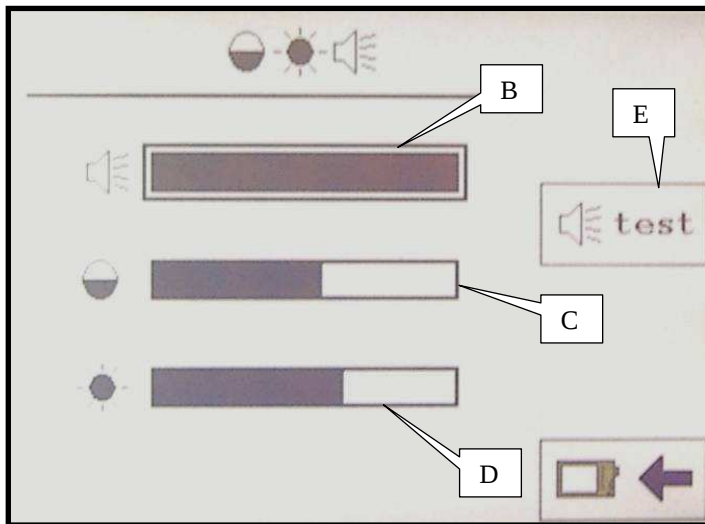

Fig. 2
Poi dopo qualche secondo la **pagina lavoro 1/3** verrà visualizzata automaticamente (Fig.2).
- **Pagina di lavoro 1/3 : Pagina di lavoro principale** (Fig.2)
Vous pouvez modifier les paramètres suivants (Fig.2) :